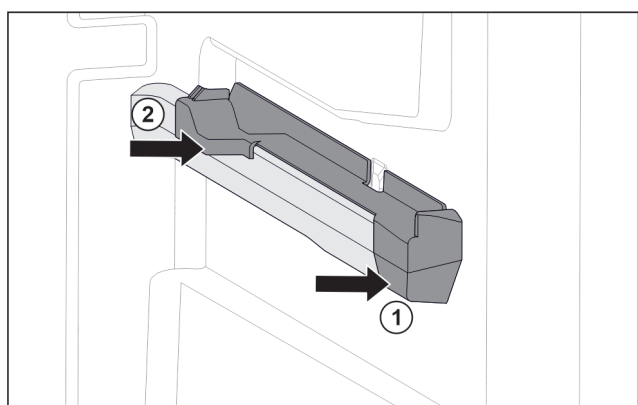

Fig. 32 Insteekelement op rechter containerrib
- ▶ Insteekelement voor tegen containerrib plaatsen. Fig. 32 (1)
- ▶ Insteekelement achter aandrukken. Fig. 32 (2)